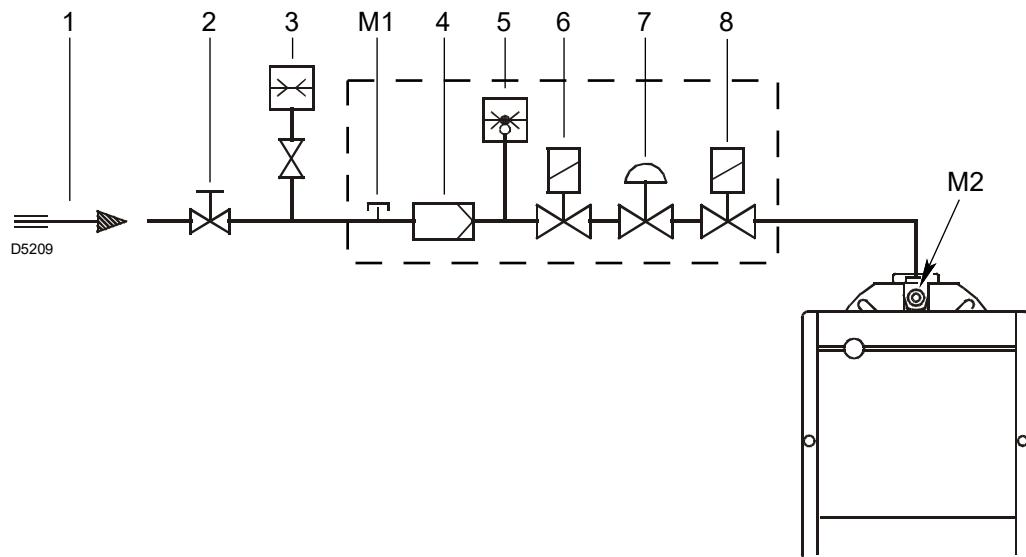

Fig. 16
Leyenda (Fig. 16)
Presión del gas medida en la toma M2) (Fig. 16), con:
- sustraer de la presión del gas en la toma M2) (Fig. 16) la presión cámara de combustión.
Presión del gas en la toma (M2)(Fig. 16) = 10 mbar
Para conocer la presión del gas necesario en la toma M2) (Fig. 16), fijada la potencia máxima de modulación a la cual se desea que funcione el quemador:
- Leer a la derecha, columna 1, la presión en la toma M2) (Fig. 16).